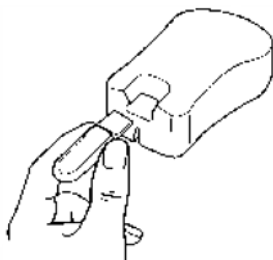

Figura 10 Posición del FingerSim™ en el soporte
Inserte el extremo corto y plano (color rojo, azul o negro) del FingerSim™ en el slot del soporte suministrado, sujetando el extremo y aplicando ligera presión con la mano hasta que el FingerSim™ esté en contacto con el frente del slot (ver figura 10).
**¡Atención!** Peligro de dañar el FingerSim™. Inserte el FingerSim™ tal y como muestra la figura 10.